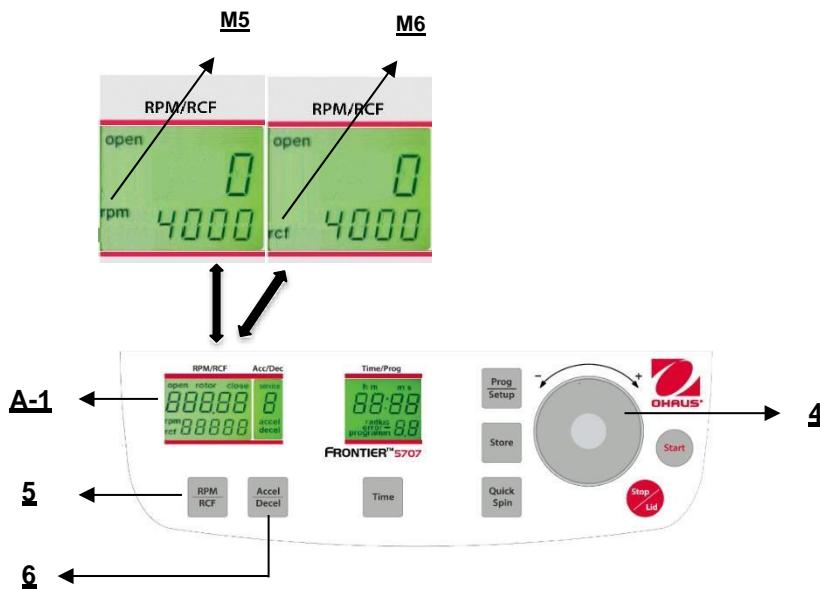

Abbildung. 16
Diese Vorauswahl wird durch die Taste "**RPM/RCF**" (5) aktiviert (siehe Abbildung 16 unten). Wenn Sie die Taste einmal drücken, blinkt das Wort "rpm" (M5). Wenn Sie die Taste zweimal drücken, kann die Vorauswahl der Zentrifugalkräfte ausgewählt werden. Dann erscheint das blinkende Wort "rcf" (M6). Sie können die gewünschten Werte mit dem Anpassungs Wähl scheibe (4) einstellen. In der Anzeige (A-1) wird stets der regulierte Wert angezeigt, bevor, während und nach dem Betrieb.